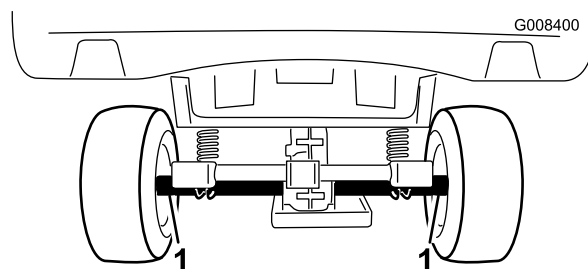
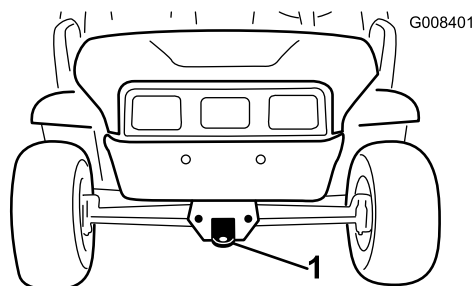

図 17
図 18
長距離を運ぶ場合にはトレーラを使用してください。必ず確実に固定して輸送してください。ロープがけのポイントについては図 17 と図 18 を参照してください。
2. 前フレームのトングにロープなどの牽引索を取り付ける（図 18）。